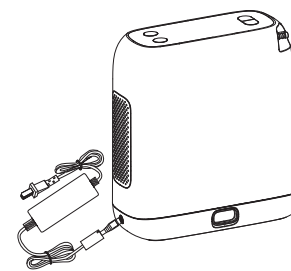

Figura 7
- Cuando esté en funcionamiento, conecte el enchufe de salida de alimentación al 8F-2A y, a continuación, conecte el enchufe de alimentación AC a la fuente de alimentación. Como se muestra en la Figura 7.